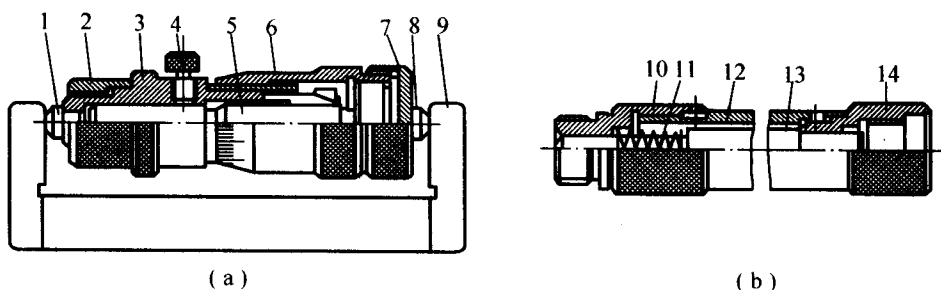

图 1-8 内径千分尺
(2) 内径千分尺主要由固定测头、活动测头、螺母、固定套管、微分筒、调整量具、管接头、套管、量杆等组成。它的测量范围可达 13 mm 或 25 mm, 最大也不大于 50 mm。为了扩大测量范围,成套的内径千分尺还带有各种尺寸的接长杆。内径千分尺及接长杆的具体结构如图 1-8 所示。